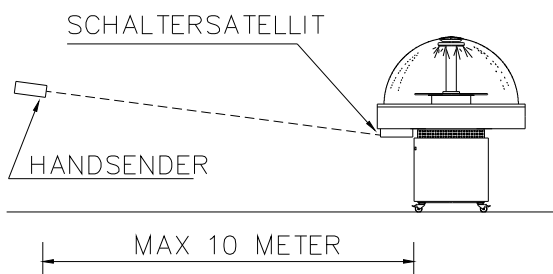

Abb.1
Der Handsender muss genau auf das Bedien- und Anzeigefeld (29) des **ShowMasters** gerichtet werden, da sich dort der Empfänger befindet. Die Entfernung zum **ShowMaster** kann maximal 7 -10 m betragen (Abb.1).